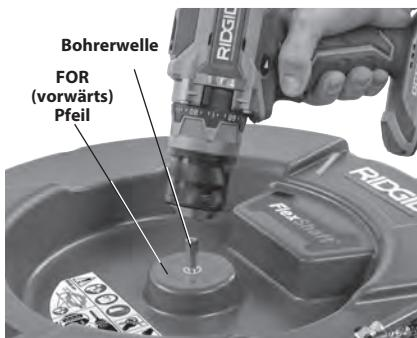

Abbildung 4 – Befestigung des Bohrers an der Bohrerwelle
7. Entfernen Sie den Akku aus dem Bohrer. Bereiten Sie den Bohrer ordnungsgemäß vor. (Siehe *Abschnitt Vorbereiten und Betrieb des Akkubohrers*.) Befestigen Sie das Bohrfutter sicher am Sechskant der Bohrerwelle (*Abbildung 4*).
Der Bohrer muss mit einem Taster ohne Schaltersperre ausgestattet sein. Das bedeutet, dass sich der Bohrer nur dreht, wenn der Bediener den Bohrschalter drückt. Wenn der Bohrschalter losgelassen wird, schaltet sich der Bohrer aus. Den Bohrer auf Rechtslauf einstellen (*siehe Abb. 4*).